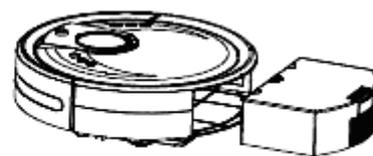

Рис. 3
3. Извлеките контейнер для пыли (см. рис. 3).